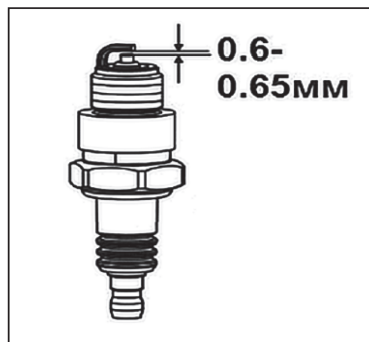

Рис. 44
• Измерьте зазор между электродами свечи зажигания специальным щупом. Зазор должен быть 0,6-0,65мм (рис. 44). При увеличении или уменьшении требуемого зазора рекомендуется заменить свечу, так как регулировка зазора может привести к изменению качества искрообразования.